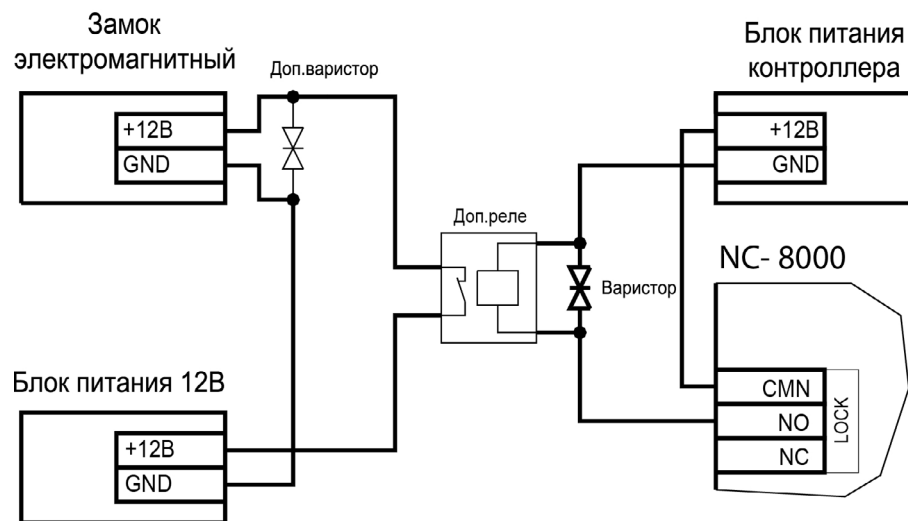

Рисунок 13. Схема подключения замка с большим током потребления
- Установите дополнительное промежуточное реле (рисунок 13).
Реле должно срабатывать от напряжения 12 В, подаваемого от контроллера, а исполнительные контакты – обеспечивать длительную многократную коммутацию силовой цепи замка. Настоятельно рекомендуется установить дополнительный варистор на стороне замка (рисунок 13). Обратите внимание, второй варистор в комплект поставки не входит.